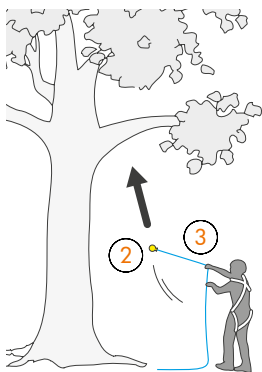

Fig. 1
Puuhun kiipeämiseksi puuhun on ensin heitettävä heittoliina. Kevyeen heittoliinaan kiinnitetty paino (2) heitetään riittävän vahvan oksan ylitse (Fig. 1). Heittoliinaan kiinnitetään köysi (11) (Fig. 3), jonka avulla työntekijä voi nousta puuhun kahta eri tekniikkaa käyttäen: